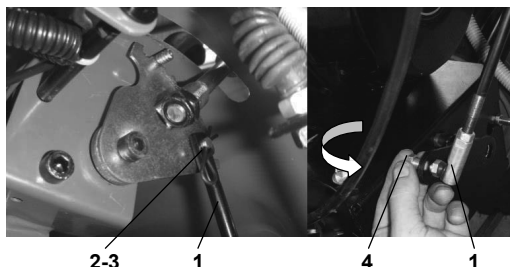

Abb. 3
3. **Montieren Sie die Treibstange** (Abb. 3): ziehen Sie den Quetschhahn und Lagerbolzen hinaus, bohren Sie mit dem Lagerbolzen ein Loch auf die Treibstange, führen Sie den Quetschhahn in den Lagerbolzen und schrauben Sie die andere Seite mit einer Mutter auf die Treibstange.